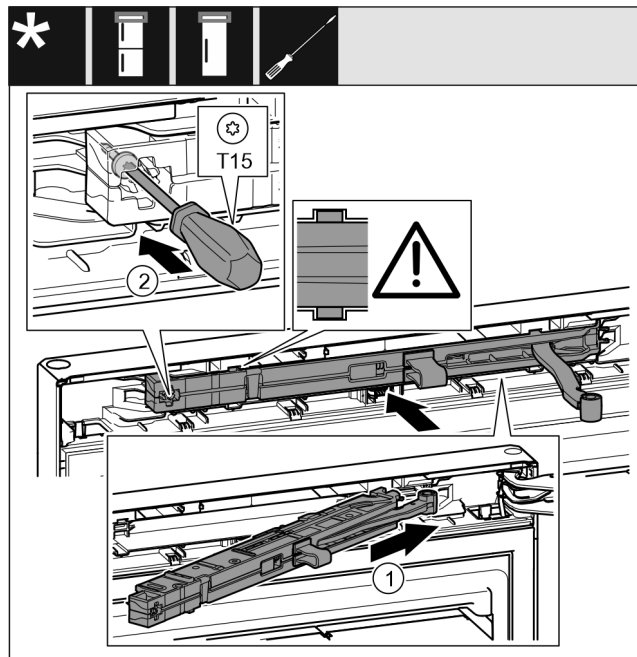

Fig. 29
- ▶ Tolja be ferdén, ütközésig a záráscsillapító egységet Fig. 29 (1) a mélyedésbe a csapágybak felőli oldalon.
- ▶ Húzza meg a csavart Fig. 29 (2) csavarhúzóval.